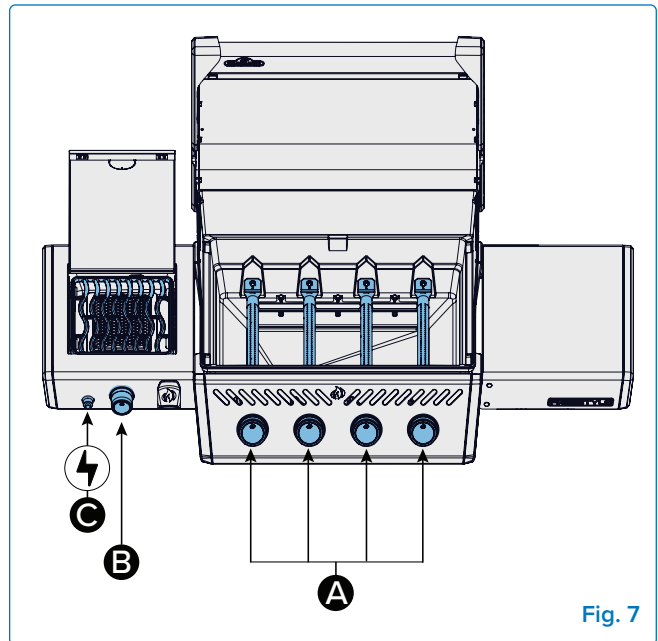
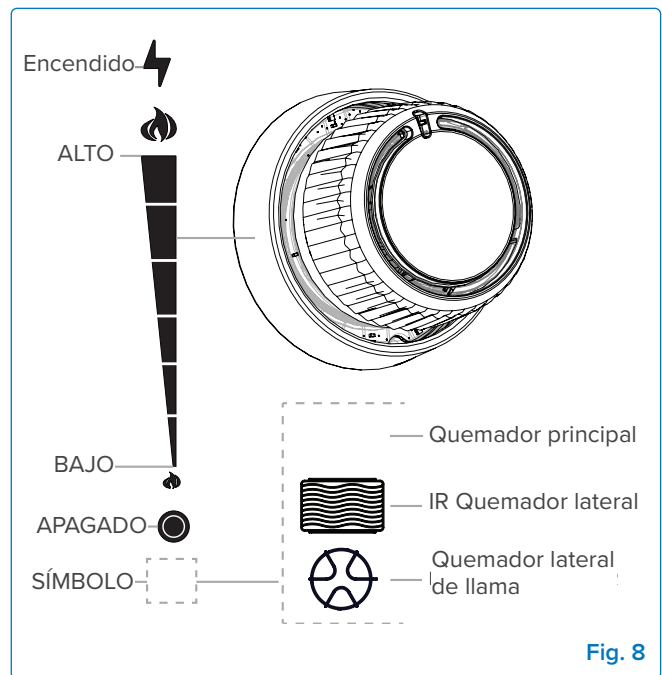

Fig. 7
Fig. 8
1. Abra la tapa de la parrilla (**Fig. 7**).
2. Empuje y gire lentamente cualquier perilla del quemador principal en sentido antihorario hasta la posición ALTA hasta que se encienda la luz piloto. Siga presionando el mando de control hasta que se encienda el quemador y luego suéltelo (**Fig. 7-A, Fig. 8**).
2. Presione y gire lentamente la perilla del quemador lateral en sentido antihorario hasta la posición ALTA hasta que la chispa encienda el quemador **(Fig. 7-B, Fig. 8).**
2. Presione y gire lentamente la perilla del quemador lateral en sentido antihorario hasta la posición ALTA **(Fig. 7-B, Fig. 8).**
3. Mantenga pulsado el botón del encendedor hasta que se encienda el quemador, o enciéndalo con una cerilla **(Fig. 7-C)**